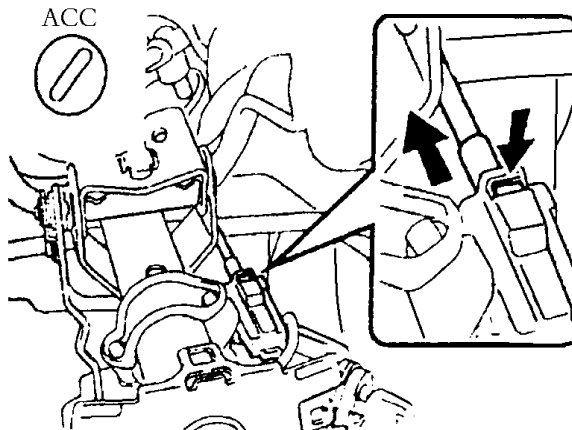

图 2—8
7) 拆下螺旋弹簧总成。注意：组合开关靠一个金属卡与2个塑料的卡与安装板连接，先用螺丝刀将金属卡从安装孔撬出，再拆2塑料卡。结构如图2—9。